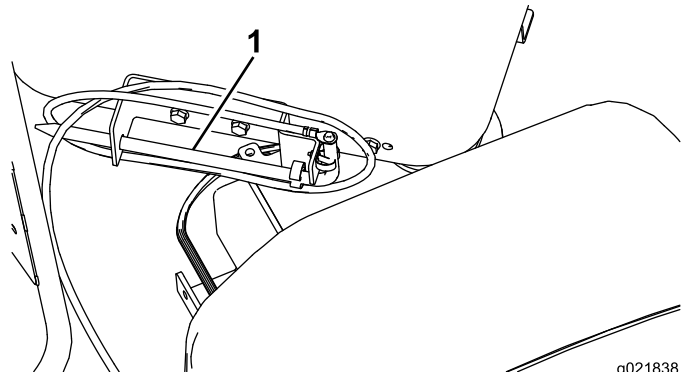

Figure 40
1. Retirez le piquet de mise à la terre de son support sur le côté de la plate-forme de l'opérateur (Figure 40).
2. Descendez le chariot au bout du cadre de forage et pulvérisez du composé d'étanchéité sur le filetage de l'arbre. Ramenez ensuite le chariot à l'extrémité supérieure du cadre (Figure 40).